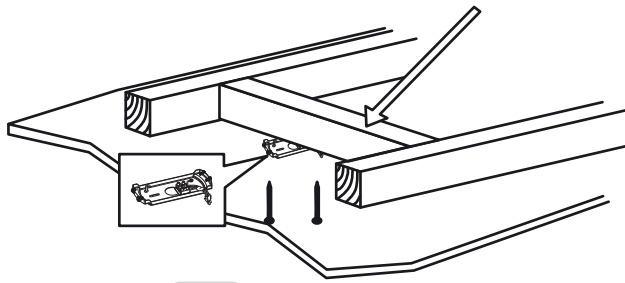

Fig. 2
3. Der Befestigungspunkt für Ihren Ventilator muss eine Tragkraft von mindestens 35 kg aufweisen. Wenn der Standort keinen stabilen Montagepunkt hat, müssen Sie eine Holzstütze zwischen zwei Deckenbalken installieren. Siehe Abb. 2.
3. The fixing point for your ceiling fan must be capable of supporting a 35 kg load. If the location does not have a solid mounting point, you will need to install a timber support between two ceiling joists. Refer to Figure 2.
3. Le point de fixation de votre ventilateur de plafond doit être capable de supporter une charge de 35 kg. Si le lieu d'installation ne dispose pas d'un point de montage solide, vous devrez installer un support en bois entre les deux solives du plafond. Voir Figure 2.